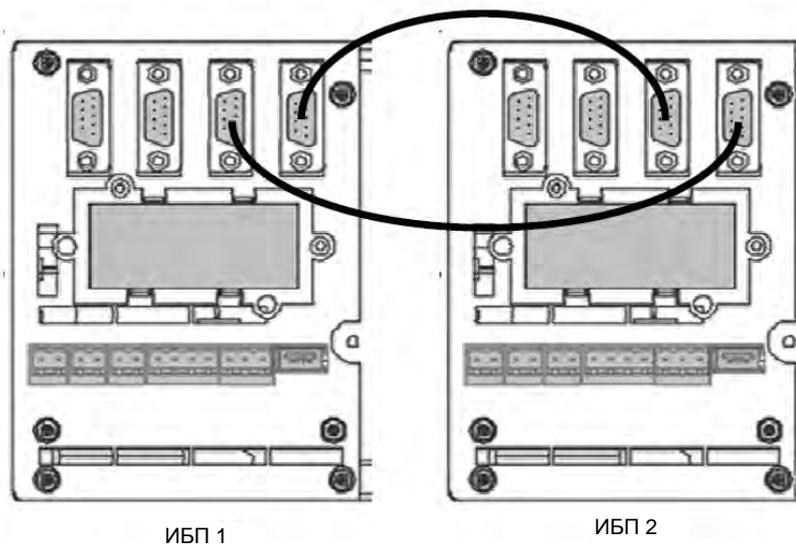
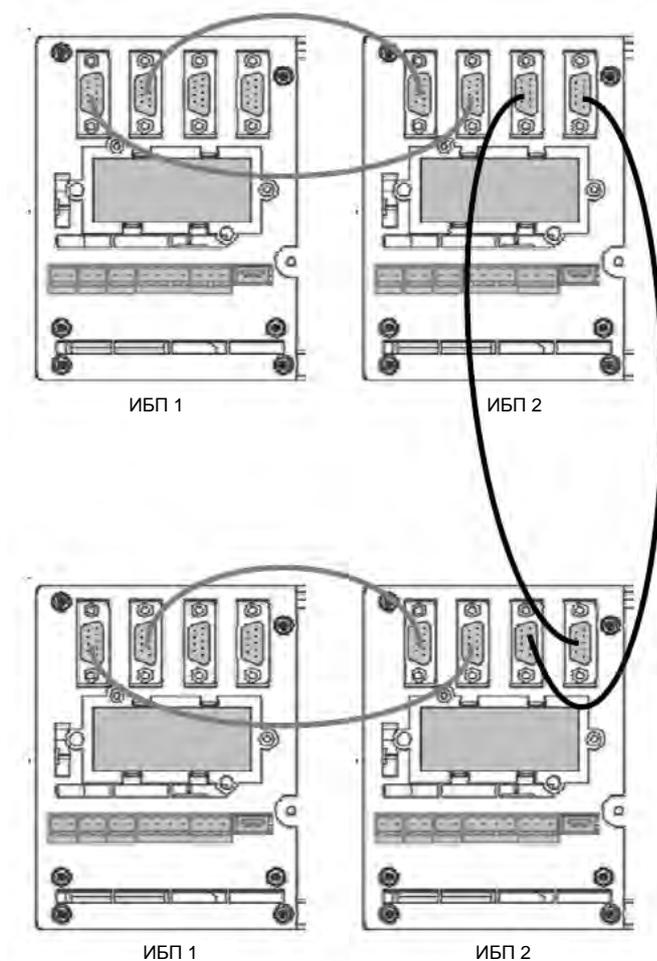

Рис. 5-3 Типичные соединения системы синхронизации шины нагрузки (модуль ИБП)
Рис. 5-4 Типичные соединения системы синхронизации шины нагрузки (параллельная система)
Экранированные параллельные кабели с двойной изоляцией имеют длину 4 м. Подключите два кабеля синхронизации шины нагрузки в кольцевую конфигурацию: от разъема LBS1 на одном модуле ИБП к разъему LBS2 на другом модуле ИБП, от разъема LBS2 на одном модуле ИБП к разъему LBS1 на другом модуле ИБП, как показано на Рис. 5-3 и Рис. 5-4.
3. Как показано на Рис. 5-4, два кабеля - кабели LBS; прочие - параллельные кабели.